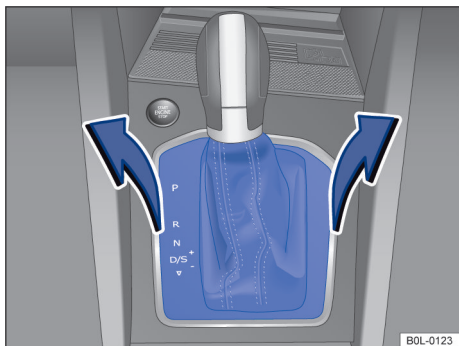

图 92 拆卸换挡槽的盖板
- 将变速杆防尘罩周围的换挡槽板盖板及其上连接的导线小心上拉 → 图 92。